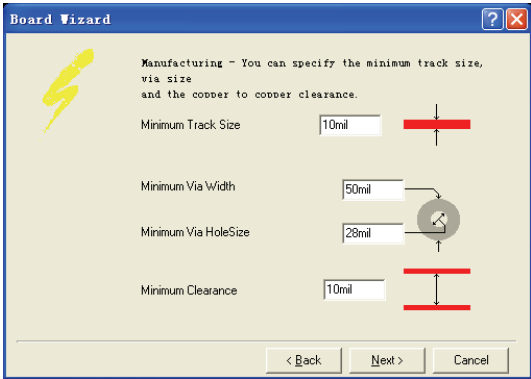

图 6-22 设置最小的尺寸限制
8) 单击“Next”按钮，系统将弹出如图 6-22 所示的对话框，此时可以设置最小的导线尺寸、过孔尺寸和导线间的距离。